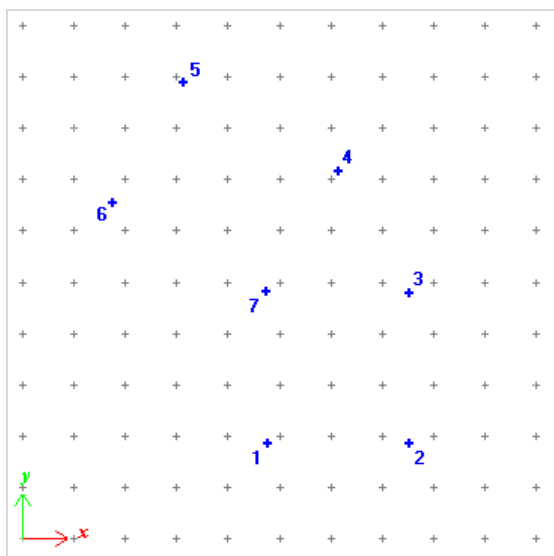

Рис.11.4.3. Последовательность указания узлов контура
- Укажите последовательно на схеме узлы контура нагрузки (предварительно заданные вспомогательные точки сети) в том порядке, как это показано на рис.11.4.3 (узлы на рисунке для ясности обозначены синим цветом). Замкните контур, указав первый узел контура.